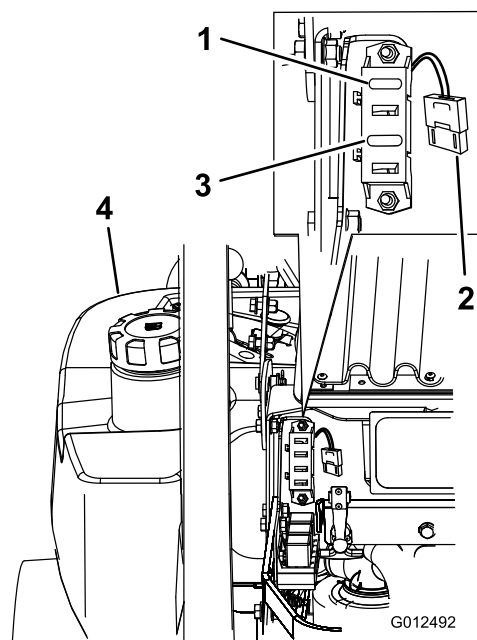

Figura 51
1. Desenganche el capó del motor y levántelo para tener acceso al portafusibles (Figura 51).
3. Instale un fusible nuevo (Figura 51).